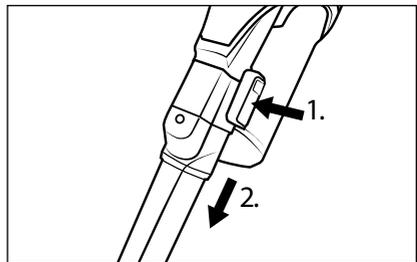

Fig. 15
- ◆ Para desmontar el accesorio, mantenga pulsado el botón de desencaste del accesorio y tire de este para extraerlo del tubo de aspiración **24** o del orificio de aspiración del aparato (consulte la fig. 15).